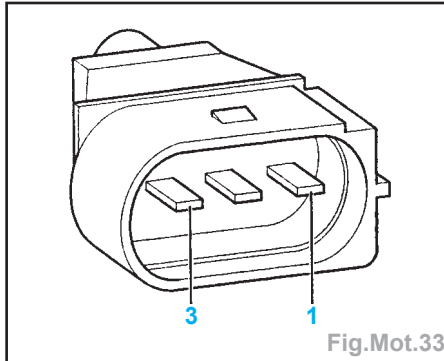

Fig.Mot.33
- Mesurer la résistance entre les contacts 1 + 2 de la fiche (Fig.Mot.33).